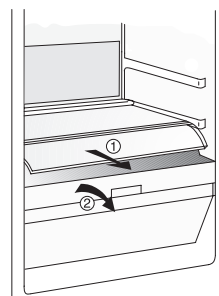

Fig. 2
2. Retirez le compartiment (voir **Fig. 2**).